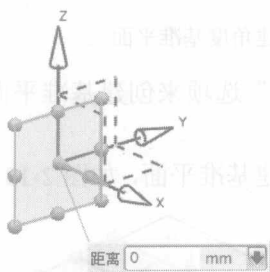
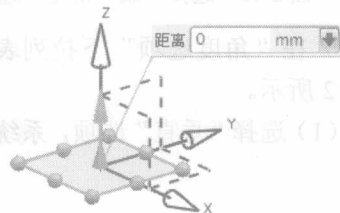

图 2-6 YC-ZC 平面
图 2-8 XC-YC 平面
(1) 在“类型”栏中选择“YC-ZC 平面”、“XC-ZC 平面”或“XC-YC 平面”选项作为创建基准平面的方法,系统参照坐标系创建基准平面,如图 2-6 至图 2-8 所示。